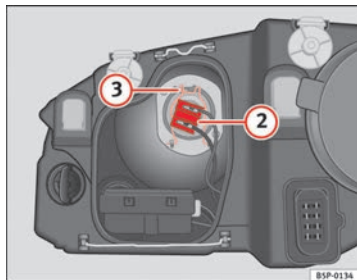

Fig. 166 Feux de croisement
- Retirez le connecteur ⇒ fig. 166 ② de l'ampoule.
- Décrochez le ressort entrebâilleur ⇒ fig. 166 ③ en le pressant vers l'intérieur et vers la droite.